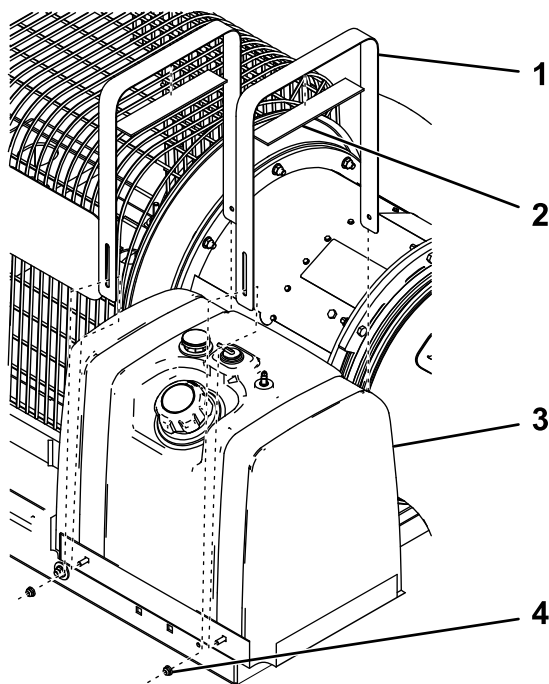

Figura 6
5. Fissate i cuscinetti alla cinghia del serbatoio del carburante (Figura 6).
6. Fissate il nuovo serbatoio del carburante al relativo vassoio utilizzando le cinghie e 4 dadi flangiati (1/4") come illustrato nella Figura 6.